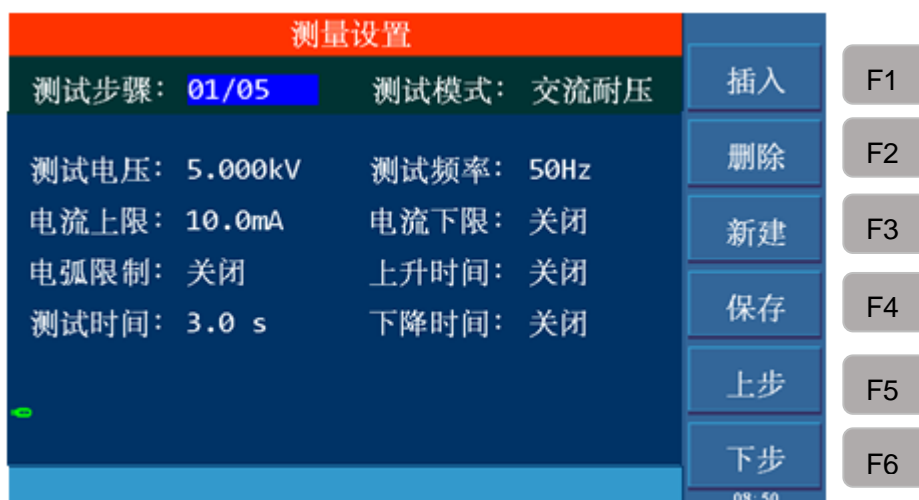

图 4-11 测量设置
- 1、按〔SETUP〕键进入图 4-11 所示测量设置界面。